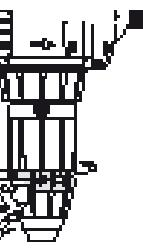

Abb. 11
- Den Blockierring wieder festschrauben (Abb. 11).